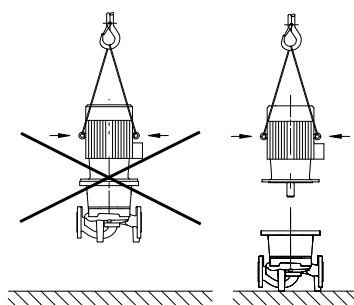

Fig.7: Transportul motorului
- Inelele de transport de la motor trebuie folosite doar pentru transportul motorului, nu pentru toată pompa (Fig 7).